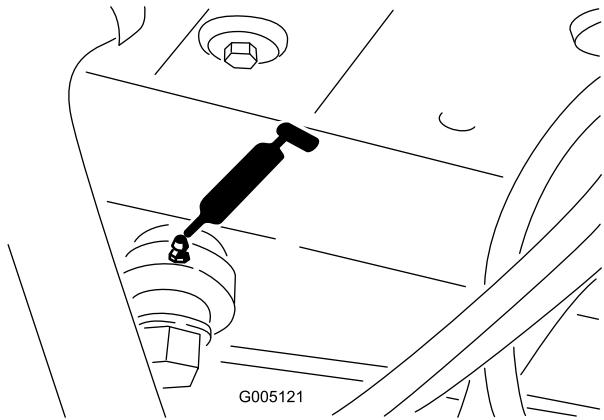

Figure 42
- Vérin de direction assistée (Figure 42)